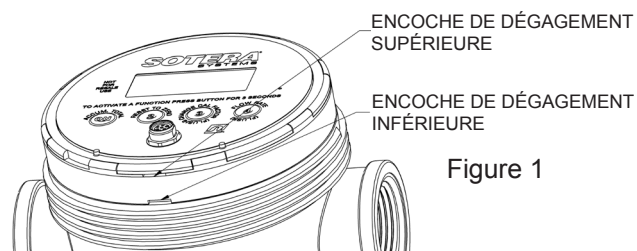

Figure 1
- Insérer un tournevis à tête plate large dans la fente supérieure et dégager délicatement le module électronique (voir Figure 1).